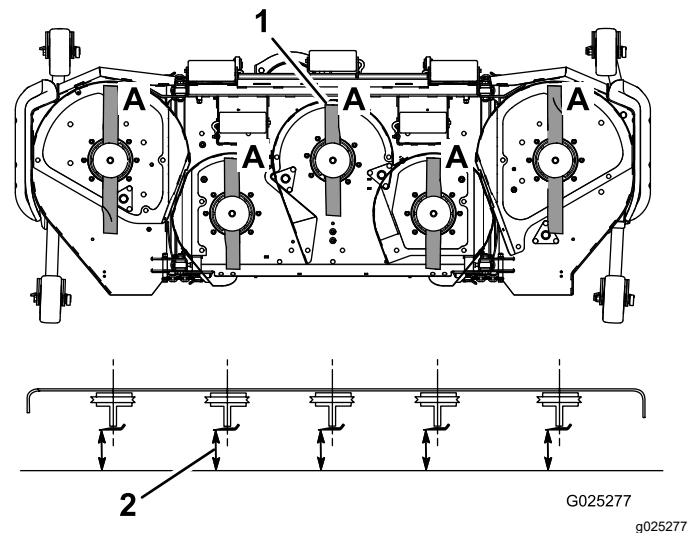

Figura 29
- Gire las cuchillas hasta que los extremos estén orientados hacia adelante y hacia atrás (Figura 29).
- Mida desde una superficie nivelada hasta el filo de corte, posición A, de las cuchillas (Figura 29). Anote esta dimensión.